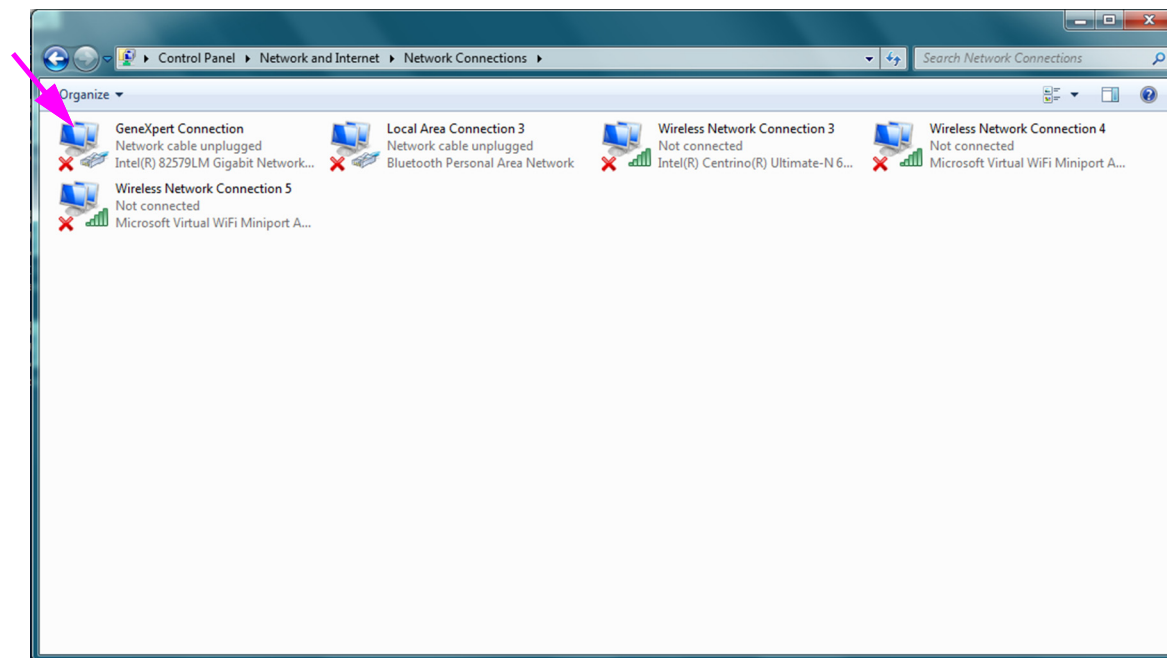

Figura 2-39. Ecranul Conexiuni rețea
5. Faceți clic pe **Modificare setări adaptor (Change adapter settings)**. Apare ecranul **Conexiuni în rețea (Network Connections)**. Consultați Figura 2-39.